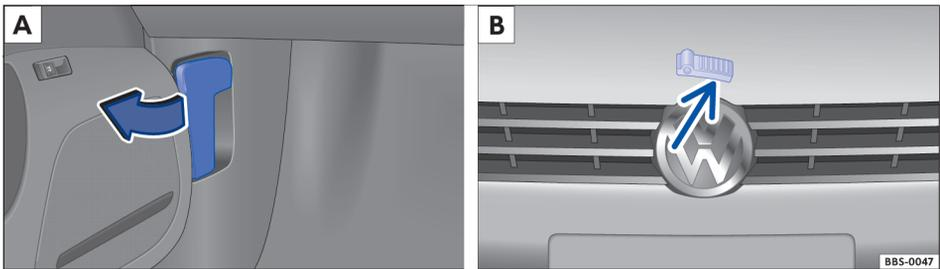

图 102 A: 驾驶员侧脚部空间内: 用于发动机舱盖解锁的拨杆; B: 散热器格栅中用于打开发动机舱盖的解锁拨杆
- 打开发动机舱盖前，要确保前风窗玻璃刮水器摆臂贴合在前风窗玻璃上 ⇒ ①。
- 沿箭头方向拉动解锁拨杆 ⇒ 图 102 A。发动机舱盖在弹簧力作用下从前围支架的锁止装置中弹出 ⇒ ▲。
- 按住散热器格栅内的解锁拨杆 ⇒ 图 102 B (箭头) 并上抬发动机舱盖。